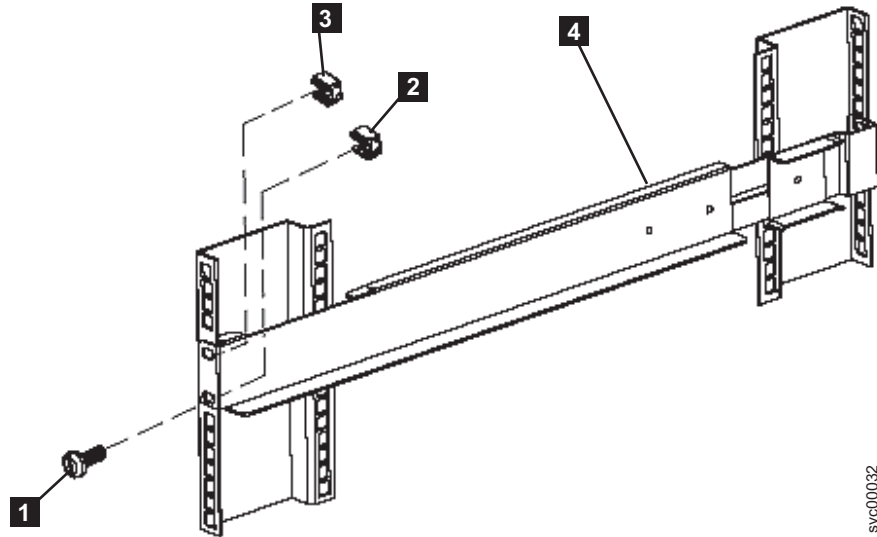

図 154. 2145 UPS-1U への前面レールの固定
7. 1 つの M6 × 10 ねじと 1 つのクリップ・ナット **1** (423 ページの図 154) を使用して、レールの下部の穴のみをラックの前面に取り付けます。